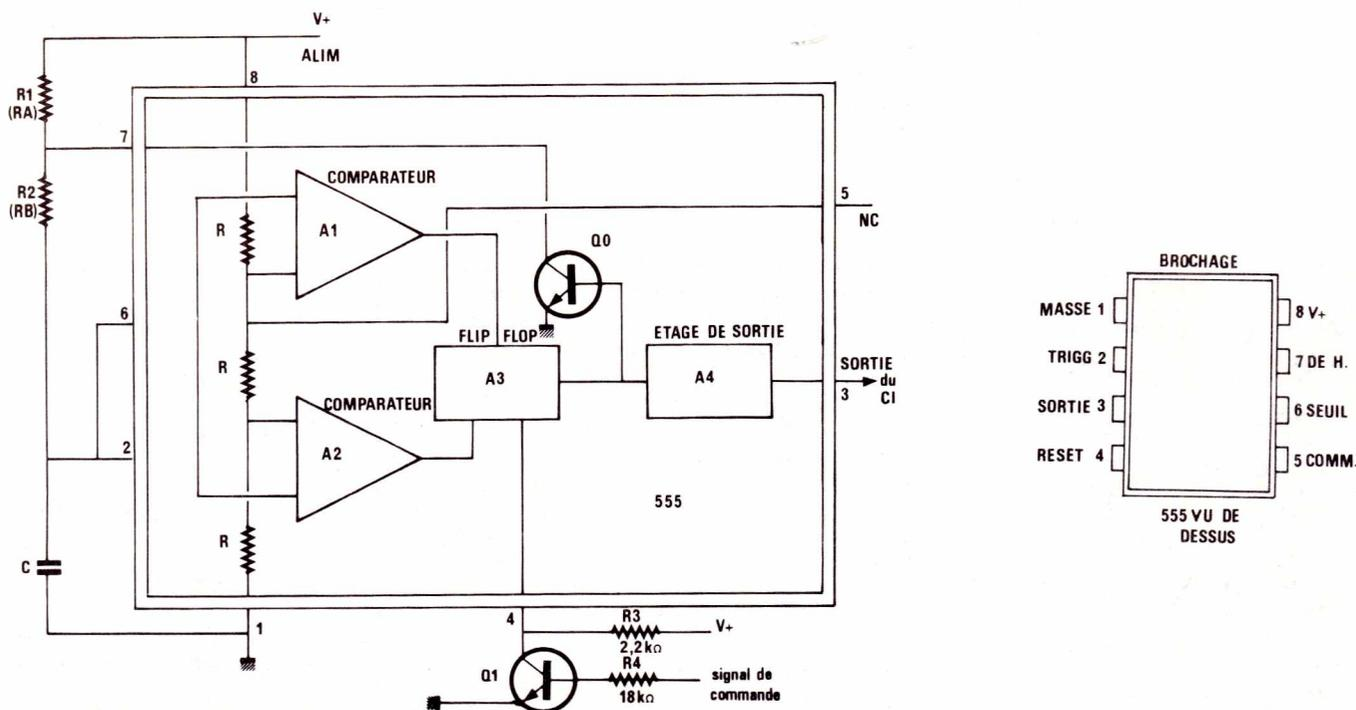
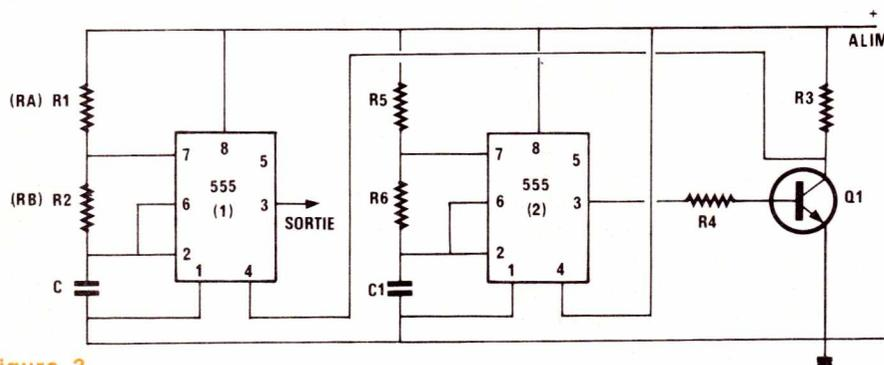

Figure 1
Figure 3
A la **figure 1** on donne en (A) le schéma complet de l'appareil et, en (B) le brochage du 555 en boîtier « dual in line » à 8 broches.
Calculons d'abord la fréquence du 555 de la **figure 1** avec $R_1 = 50 \text{ k}\Omega$ ($0,05 \text{ M}\Omega$) $R_2 = 100 \text{ k}\Omega$ ($0,1 \text{ M}\Omega$) et $C = 1 \text{ nf}$ ($0,001 \mu F$).
A la **figure 3** on trouvera le schéma du montage composé de la partie proposée par l'auteur (voir **figure 1**) à laquelle nous avons ajouté le deuxième 555 monté en multivibrateur astable classique.